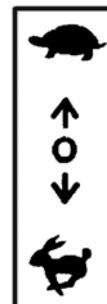

Fig. 4.3
Odată cu deplasarea mânerului înainte, se asigură punerea în viteza minimă (L), înapoi – viteza mare (H), poziția de mijloc – punte spate și punte față sunt dezactivate. Schema schimbărilor vitezei este prezentată în fig 4.3.